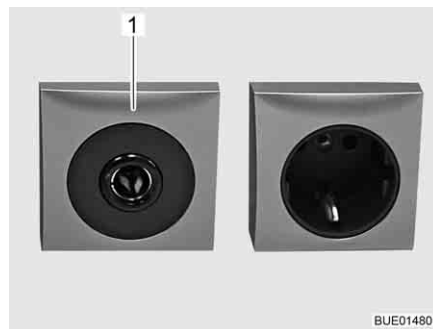

Bild 154 Steckdose 12 V/10 A
- ▷ An die Steckdosen (Bild 154,1) des 12-V-Bordnetzes nur Geräte mit maximal 10 A anschließen.